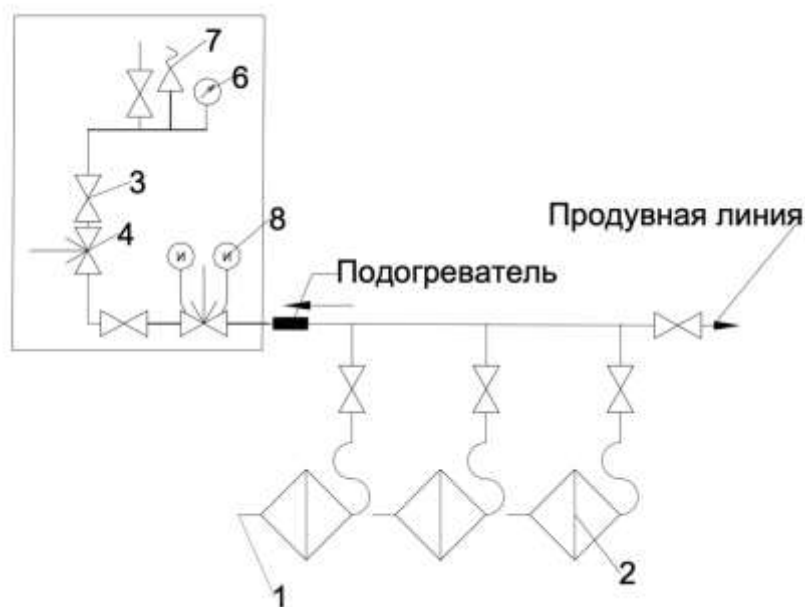

Рис. 1. Принципиальная пневматическая схема РУМГ-ИМТ-01
3.2. К входам устройства редукторного (см. рис. 1, поз. 1) подключаются коллекторы высокого давления.
- вращать ручки установки давления редукторов (рис. 1 и 2, поз. 5) против часовой стрелки до упора,
Открыть подачу медгаза из баллонов через коллектор, подать давление в пределах 5–20 МПа и ручкой регулировки давления редуктора (поз. 5, рис. 1) установить давление, равное 0,9 МПа. Открыть запорный кран магистрали снабжения и запорный вентиль редуктора (поз. 6) и отрегулировать давление на выходе редуктора первой ступени по манометру редуктора (поз. 4), равное 0,9 МПа. Отрегулировать давление на выходе редуктора второй ступени (поз. 8), равное 0,5 МПа по манометру, установленному на редукторе.